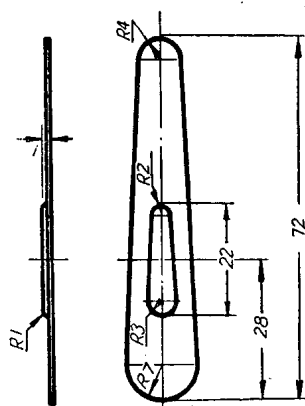

图 9
3. 经 48 小时以上,当两者已粘附牢固,即可与道林纸一起分别剪成所需形状的铝箔和纸片(参看图 9)。